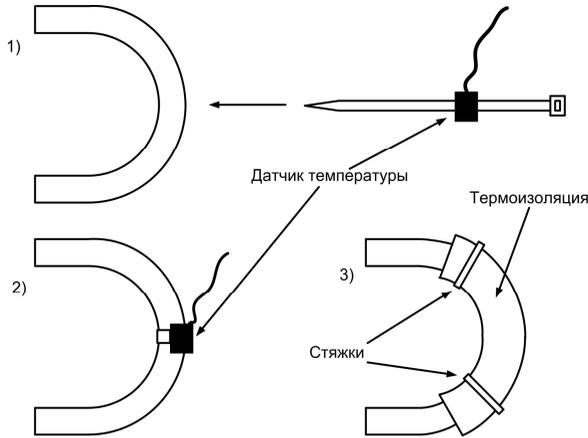

Рисунок 5. Установка датчика температуры.
5. С помощью термоизоляции заизолировать место установки датчика температуры от окружающей среды (см. рис.5).